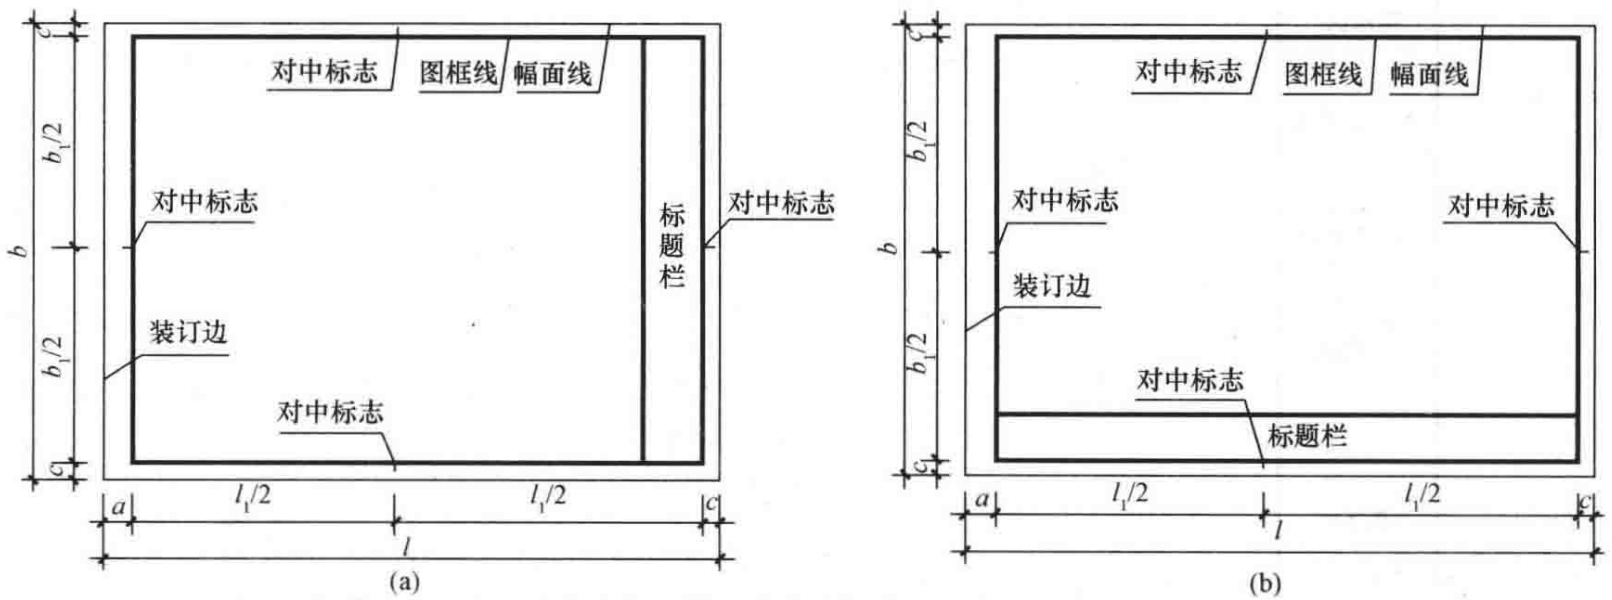

图 1-11 横式图纸
(1)横式图纸。横式使用的图纸，应按图 1-11 的形式布置。